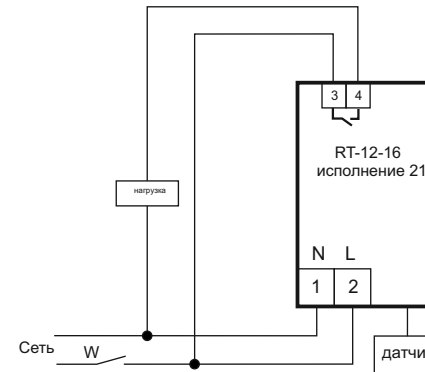

Рис. 2. Схема подключения нагрузки мощностью до 2,6 кВт
7.2. Подключить нагрузку к изделию (см. рис.2). Для этого используйте одножильный или многожильный провод с двойной или усиленной изоляцией сечением, соответствующим мощности нагрузки. **Фазное** напряжение подается на контакты **2** и **3** изделия. Напряжение может подаваться через выключатель **W** или напрямую.